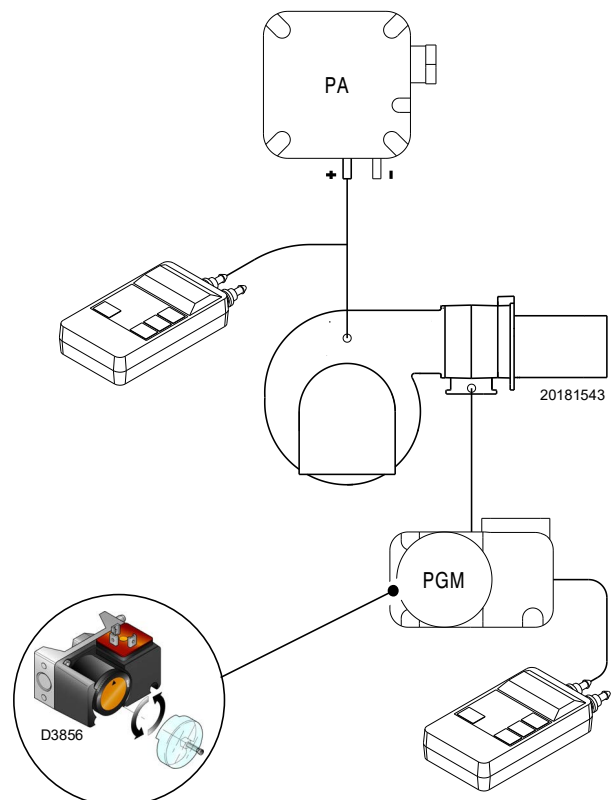

Abb. 32
- Regeln Sie den Maximal-Gasdruckwächter (Abb. 32 auf Seite 35) auf das Skalenende.
Die Einstellung des Maximal-Gasdruckwächters ausführen (Abb. 32), nachdem alle anderen Einstellungen des Brenners bei auf das Skalenende eingestellten Maximal-Gasdruckwächter vorgenommen wurden.